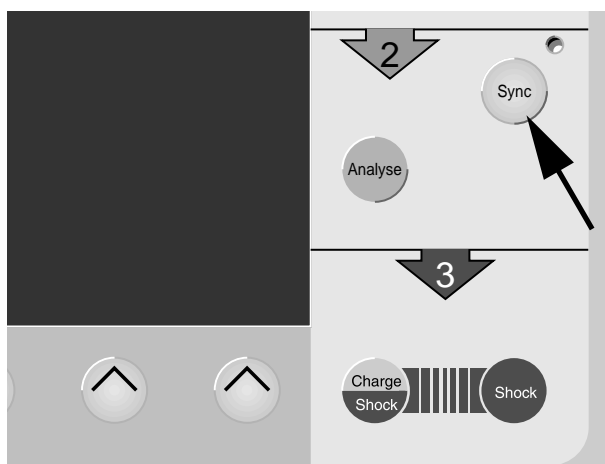

Bild 4-18. Taste zum Umschalten auf synchronisierte Betriebsart
- Schalten Sie die synchronisierte Betriebsart mit Taste **Sync** (Bild 4-18) ein.